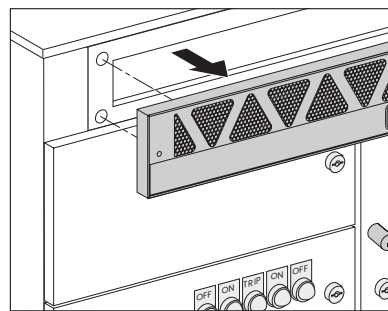

图 3
- 然后向前拉格栅，使其完全脱离(参见图3)
- 将放置第一单元，并使用三个M10 地脚螺栓将其固定到地板上(参见图1和图2)。图3 显示了地脚螺栓的钻孔位置